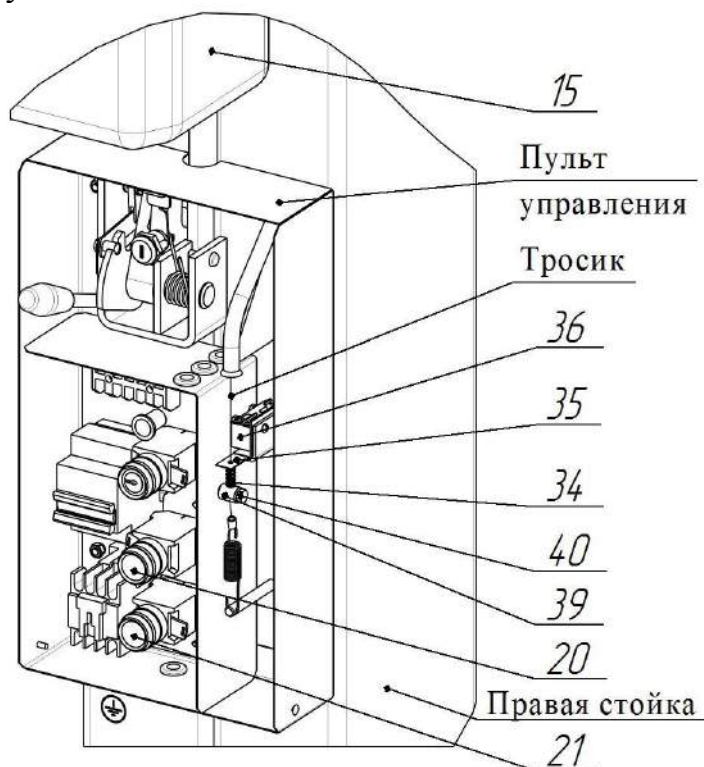

Рисунок 8 – Система автоматического отключения насосной станции при достижении каретки крайнего верхнего положения
6.12.1 Система автоматического отключения привода насосной станции 15 при достижении нижней части каретки 4 крайнего верхнего положения (≈ 1745 мм от основания стойки) установлена и отрегулирована на предприятии-изготовителе (см. рисунок 8).